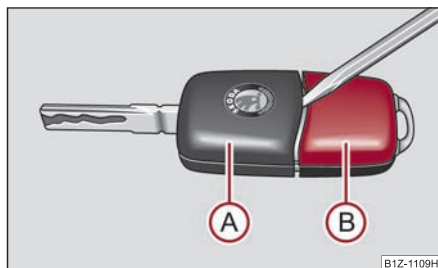

Fig. 38 Separar la llave con radiotelemando
Cada llave con mando a distancia contiene una pila que se encuentra en la tapa (B) de la carcasa del emisor ⇒ página 44, fig. 38. Le recomendamos que lleve a cambiar la pila de la llave a un concesionario autorizado Škoda. No obstante, si desea cambiar usted mismo la pila usada, haga lo siguiente: